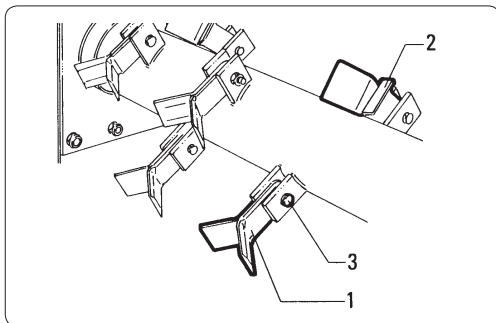

fig. 7.9.1
**7.9 - Controllo e sostituzione dei coltelli o delle mazze (fig. 7.9.1)**
Se occorre sostituire uno o più coltelli o mazze rotte, ad esempio il coltello numero "1" di fig. 7.9.1, sostituire anche il coltello o la mazza diametralmente opposto, cioè la numero "2" per evitare squilibrate del rotore.
**7.9 - Checking and replacing the knives or hammers (fig. 7.9.1)**
*If one or more broken knives or hammers need replacing, eg. knife number "1" in fig. 7.9.1, always replace the diametrically opposite knife or hammer as well, i.e. number "2", in order to prevent the rotor from becoming unbalanced.*